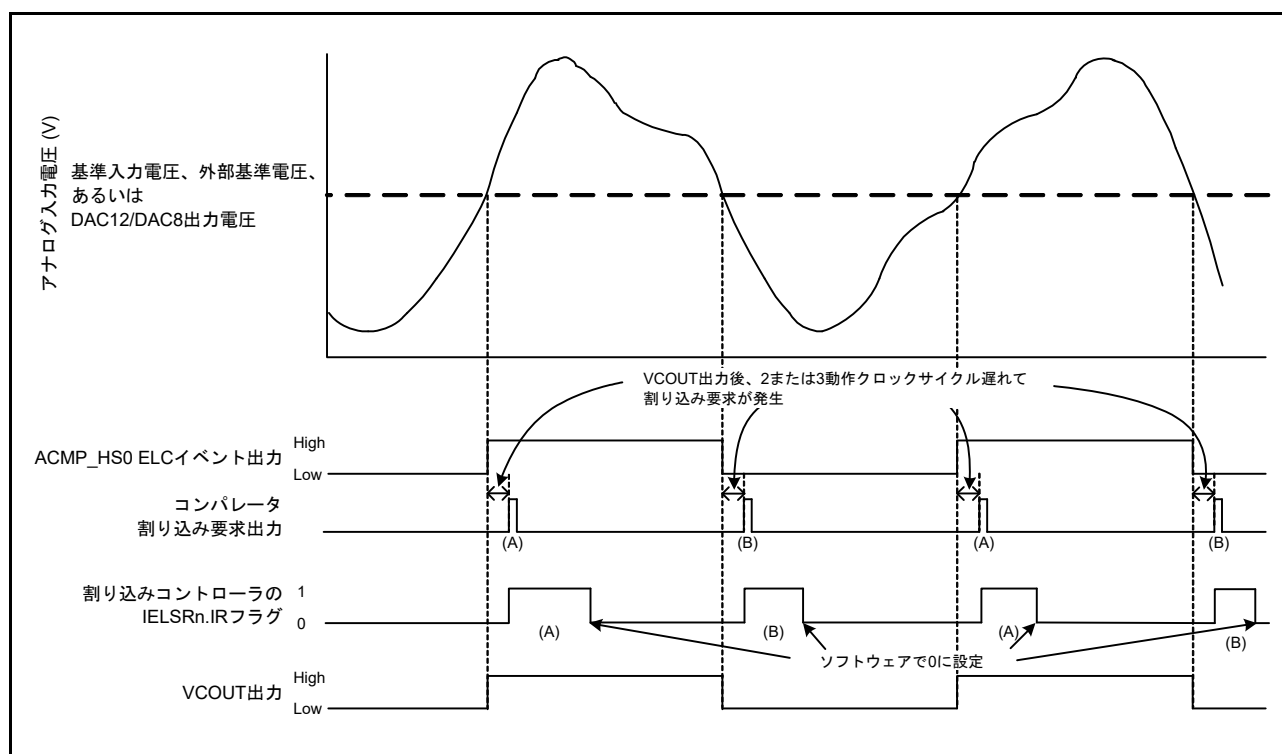

図 38.2 ACMPHS の動作例
ACMPHS の動作例を図 38.2 に示します。アナログ入力電圧が基準入力電圧より高くなると VCOOUT 出力は 1 になり、低くなると 0 になります。ACMPHS 出力が変わると、割り込み要求および ELC イベントが出力されます。
図 38.2 は CPOE = 1 (端子出力許可)、CDFS[1:0] = 00b (フィルタ不使用)、CEG1 = CEG0 = 1 (両エッジを選択) の場合に適用されます。CINV = 0、CEG0 = 1、CEG1 = 0 (ACMPHS からの非反転出力信号の立ち上がりエッジを選択) の場合、ICU.IELSRn.IR フラグは (A) で示されるように変化します。CINV = 0、CEG0 = 0、CEG1 = 1 (ACMPHS からの非反転出力信号の立ち下がりエッジを選択) の場合、IR フラグは (B) で示されるように変化します。CPOE = 1 の場合、VCOOUT は ELC イベント出力を直接出力します。